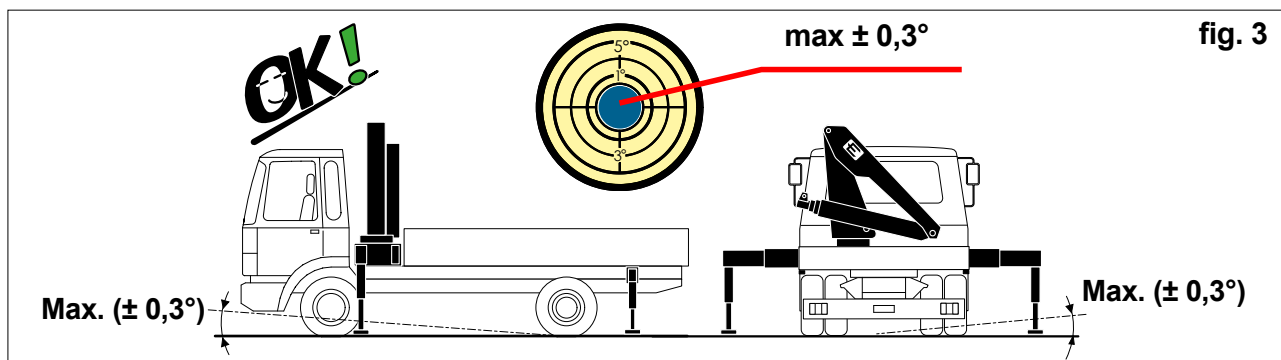

fig. 3
- 1- Inclinaison correcte du véhicule ($\pm 0,3^\circ$) (figure 3)